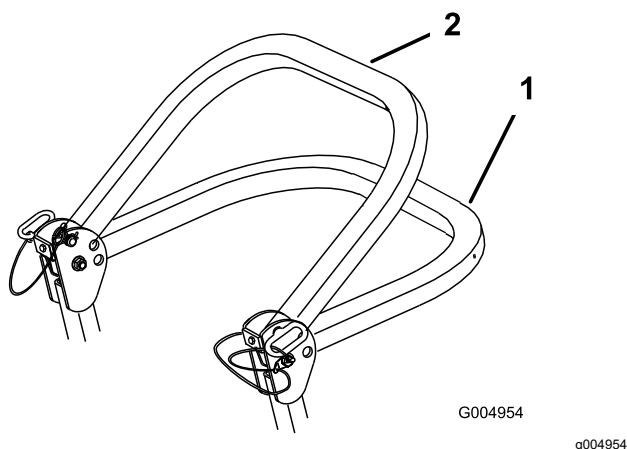

Figure 8
2. Faites pivoter l'arceau de sécurité à la position abaissée (Figure 8).
Remarque: Il y a 2 positions abaissées; voir Figure 8.